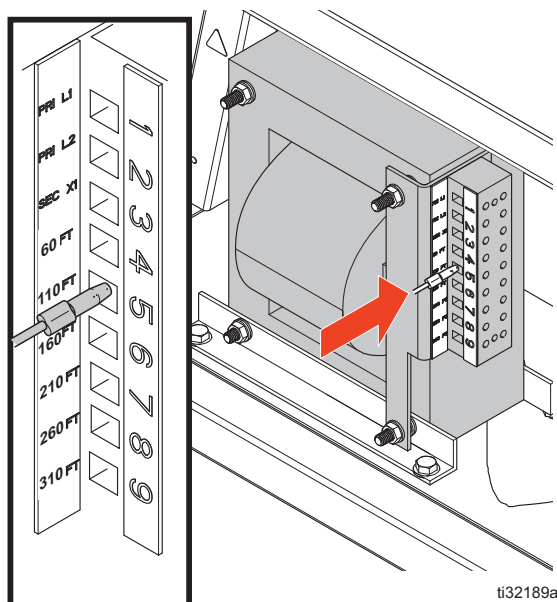

FIG. 14: Câblage du transformateur du flexible
3. Déplacer le fil du transformateur (AC) du tuyau vers la borne qui correspond à la longueur du tuyau installé. Le fil est réglé en usine sur 60 pi. Voir la FIG. 14.